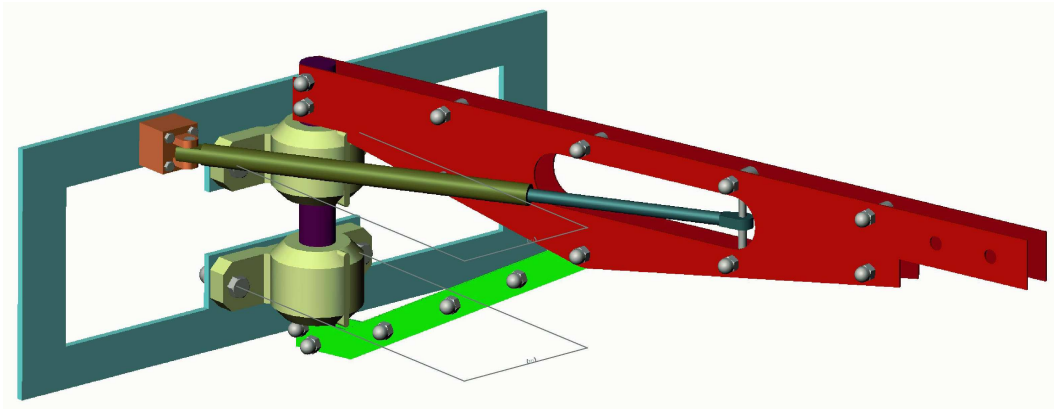

FIGURE 3 – Perspective du bras radar monté sur le châssis de la voiture.
Une vue tridimensionnelle du mécanisme est proposée figure 3 (Mécanisme sans le système d'orientation de l'antenne). Le balayage par l'antenne de la zone à nettoyer est réalisé par une rotation d'axe vertical du support 15 actionné par un vérin hydraulique 27.
1. À partir de la représentation du radar figure 3, donner un schéma cinématique minimal du mécanisme complet.